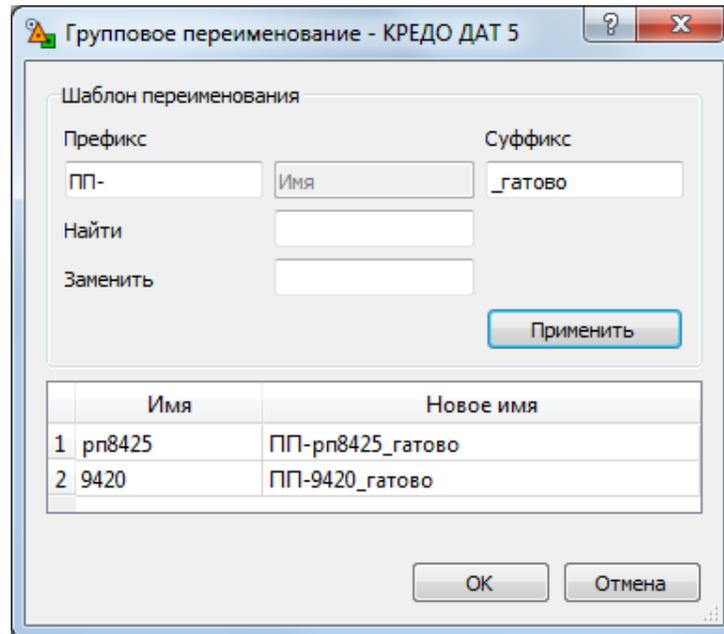

Рисунок 7.6
- Вызывается диалог **Групповое переименование** (см. рис. 7.6).